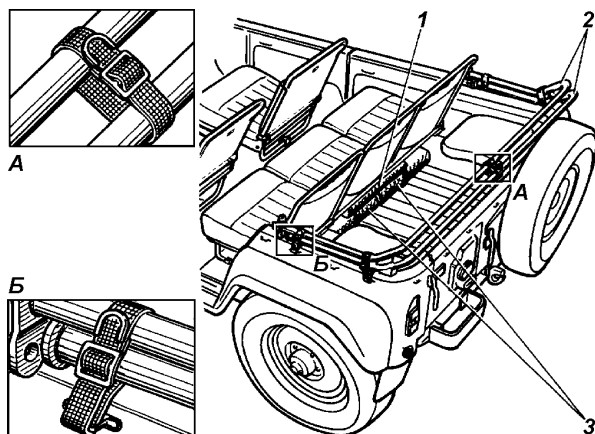

Рис. 10.13.
5. Уложить пакет тента (рис. 10.13) под трехместное сиденье или, при сложенном положении сиденья, между спинками передних сидений.